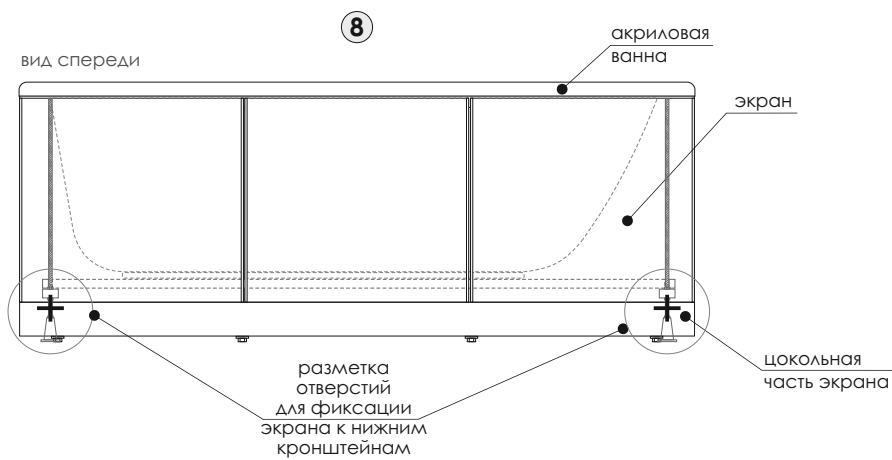

рис. 8
8. Разметьте отверстия для фиксации экрана в его цокольной части и в нижних кронштейнах (рис.8).